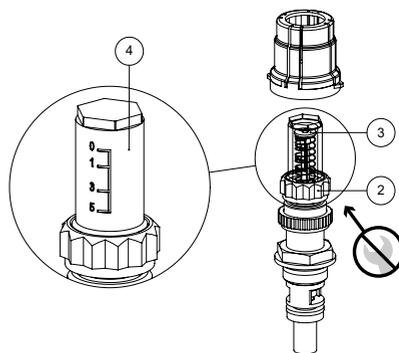

Fig. 4
- aprire il flussimetro fino alla regolazione desiderata svitando la ghiera di regolazione (2) all'apertura desiderata leggendo il valore di portata segnalato dall'indicatore (3) sulla scala di lettura (4) (vedi Fig. 4),